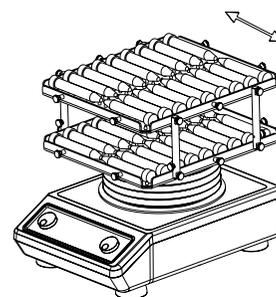

Figure 4
- (1). La charge maximale appliquée sur la couche supérieure ne peut dépasser 1 kg à 70 tr/min.
- (2). Il est possible d'utiliser des bandes en caoutchouc (88882103) pour éviter que le tube ne chute en raison d'un angle d'oscillation trop important. Le sens de placement des tubes est indiqué sur la figure 4.